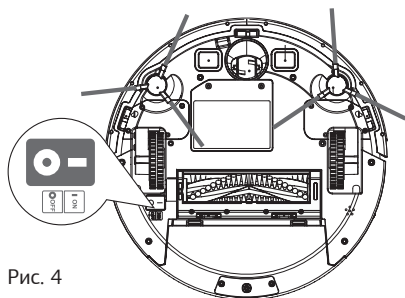
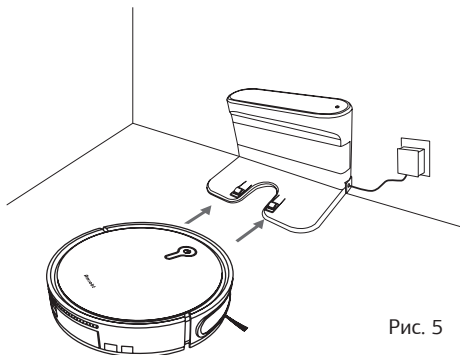

Рис. 4
Рис. 5
- Включите пылесос нажатием переключателя на нижней панели (Рис. 4). Затем установите пылесос на зарядную станцию для заряда батареи, совместив контакты зарядки пылесоса и зарядной станции (Рис. 5). Загорится световой индикатор, и вы услышите голосовое оповещение. Полный заряд батареи пылесоса занимает не менее 5 часов.